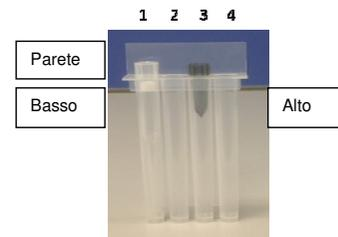

Figura 12: Disposizione dei puntali nel Tip Cassette.
Verificare che i puntali, rispettivamente puntale di estrazione (1) e puntale di foratura (3), siano posizionati nell'ordine indicato nella figura qui sotto (Figura 12).